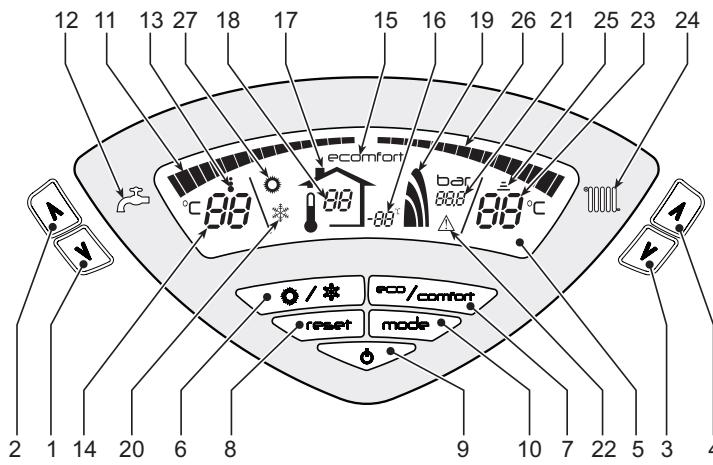
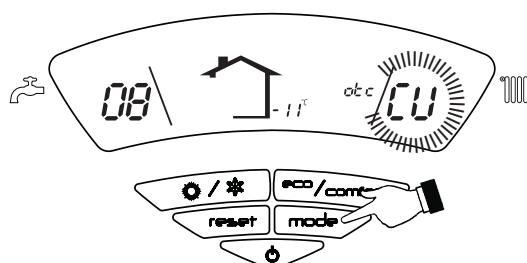

fig. 1 - Pannello di controllo
fig. 11 - Curva di compensazione
La richiesta riscaldamento (generata da Termostato Ambiente o Cronocomando Remoto) è indicata dal lampeggio del simbolo **Funzionamento Riscaldamento** (part. 25 - fig. 1).
Le tacche di graduazione riscaldamento (part. 26 - fig. 1), si accendono man mano che la temperatura del sensore riscaldamento raggiunge il valore impostato.
La richiesta sanitario (generata dal prelievo d'acqua calda sanitaria) è indicata dal lampeggio del simbolo **Funzionamento Sanitario** (part. 13 - fig. 1). Accertarsi che sia attiva la funzione Comfort (part. 15 - fig. 1)
Le tacche di graduazione sanitario (part. 11 - fig. 1), si accendono man mano che la temperatura del sensore sanitario raggiunge il valore impostato.
Quando il riscaldamento del bollitore è attivo (impostazione di default), sul display è attivo il simbolo COMFORT (part. 15 - fig. 1), mentre quando è disinserito, sul display è attivo il simbolo ECO (part. 15 - fig. 1)
Il bollitore può essere disattivato dall'utente (modalità ECO) premendo il tasto eco/comfort (part. 7 - fig. 1). Per attivare la modalità COMFORT premere nuovamente il tasto eco/comfort (part. 7 - fig. 1).
Premere il tasto **on/off** (part. 9 - fig. 1) per 1 secondo.
Per riaccendere la caldaia, premere nuovamente il tasto **on/off** (part. 9 fig. 1) per 1 secondo.
- Premere il tasto **ON/OFF** (9 - fig. 1)
Premere il tasto **estate/inverno** (part. 6 - fig. 1) per 1 secondo.
Il display attiva il simbolo Estate (part. 27 - fig. 1): la caldaia erogherà solo acqua sanitaria. Rimane attivo il sistema antigelo.
Per disattivare la modalità Estate, premere nuovamente il tasto **estate/inverno** (part. 6 - fig. 1) per 1 secondo.
Agire sui **tasti riscaldamento** (part. 3 e 4 - fig. 1) per variare la temperatura da un minimo di 30 °C ad un massimo di 80°C.
Agire sui **tasti sanitario** (part. 1 e 2 - fig. 1) per variare la temperatura da un minimo di 10°C ad un massimo di 65°C.
Quando viene installata la sonda esterna (opzionale) sul display del pannello comandi (part. 5 - fig. 1) è visualizzata l'attuale temperatura esterna rilevata dalla sonda esterna stessa. Il sistema di regolazione caldaia lavora con "Temperatura Scorrevole". In questa modalità, la temperatura dell'impianto di riscaldamento viene regolata a seconda delle condizioni climatiche esterne, in modo da garantire un elevato comfort e risparmio energetico durante tutto il periodo dell'anno. In particolare, all'aumentare della temperatura esterna viene diminuita la temperatura di mandata impianto, a seconda di una determinata "curva di compensazione".
Con regolazione a Temperatura Scorrevole, la temperatura impostata attraverso i **tasti riscaldamento** (part. 3 e 4 - fig. 1) diviene la massima temperatura di mandata impianto. Si consiglia di impostare al valore massimo per permettere al sistema di regolare in tutto il campo utile di funzionamento.
Premendo una volta il tasto **mode** (part. 10 - fig. 1) viene visualizzata l'attuale curva di compensazione (fig. 11) ed è possibile modificarla con i **tasti sanitario** (part. 1 e 2 - fig. 1).